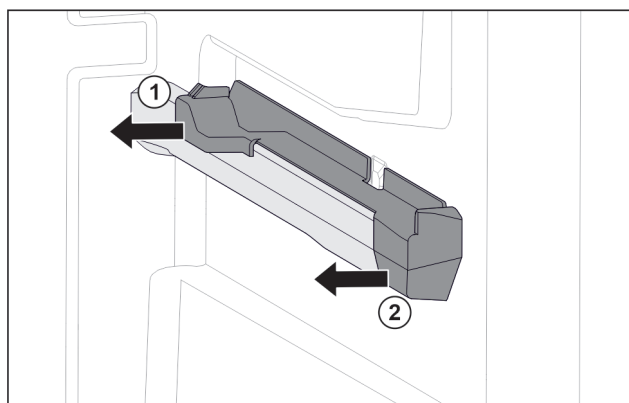

Fig. 43 Element nasadzany na prawym żebro pojemnika
- ▶ Odciągnąć element nasadzany z tyłu w bok. Fig. 43 (1)
- ▶ Odciągnąć element nasadzany z przodu w bok. Fig. 43 (2)